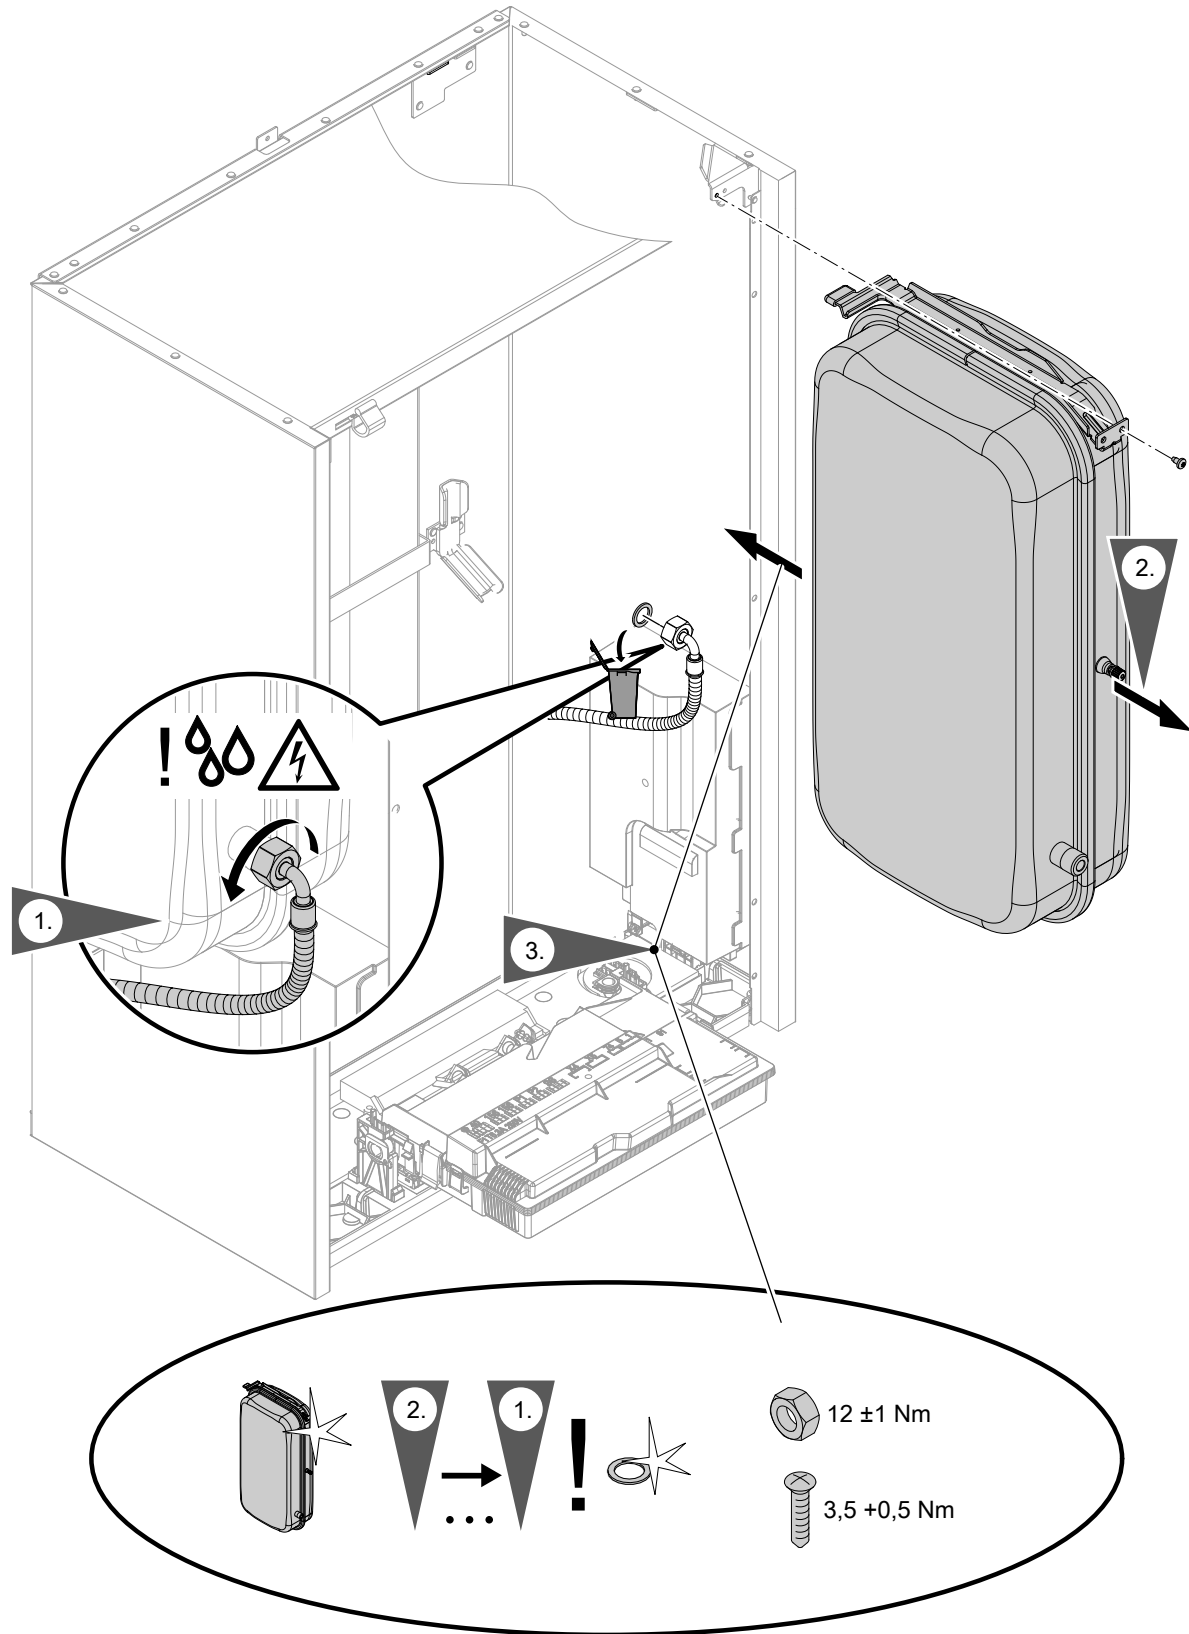
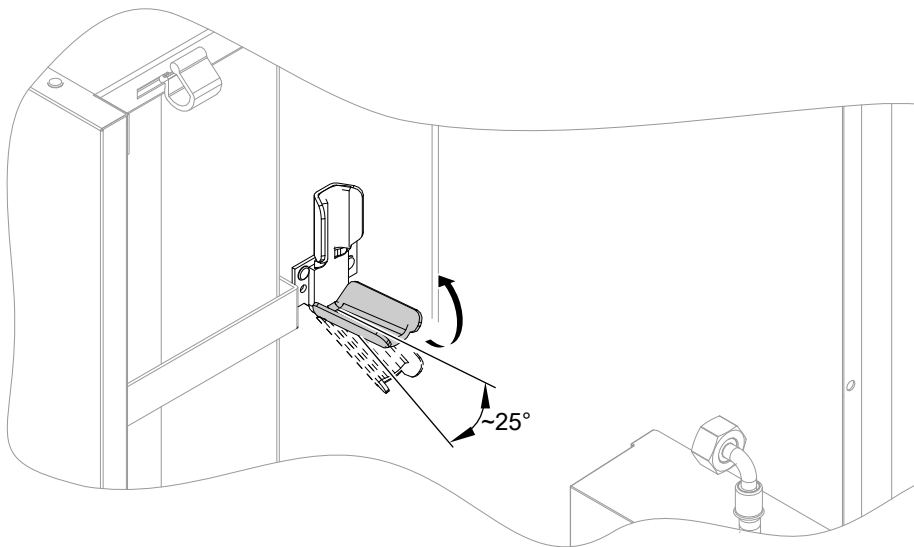

Abb. 93
Abb. 94
- Ausdehnungsgefäß: Siehe Abb. 93 und ggf. Abb. 94.